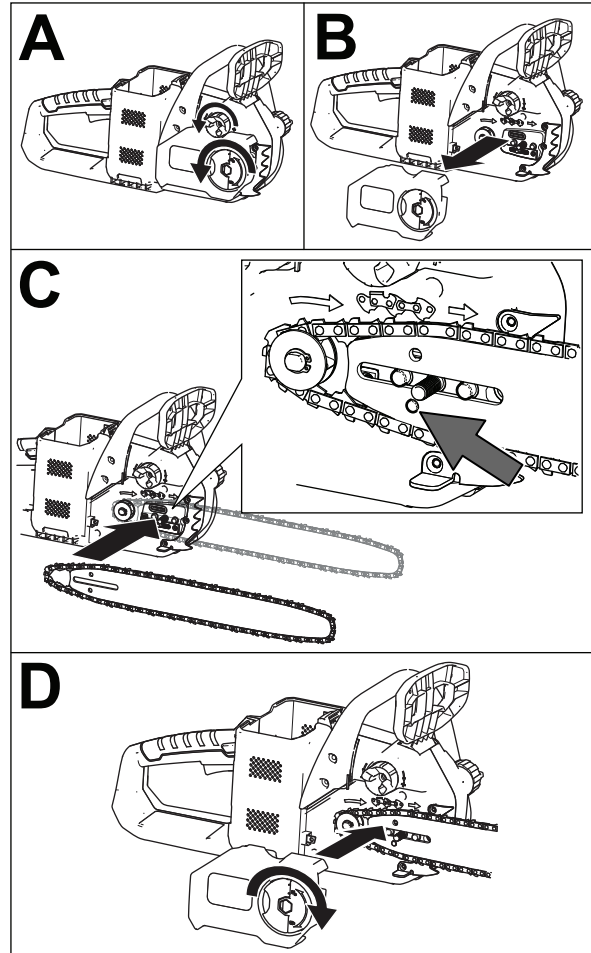

Figure 31
- Placez la boucle ouverte de la chaîne (qui n'est pas sur le guide) autour du pignon d'entraînement de la tronçonneuse, puis montez le guide et la chaîne fixée en place comme montré à la Figure 31.
- Remettez le couvercle et l'écrou à oreilles, mais ne serrez pas l'écrou à fond (Figure 31 D).